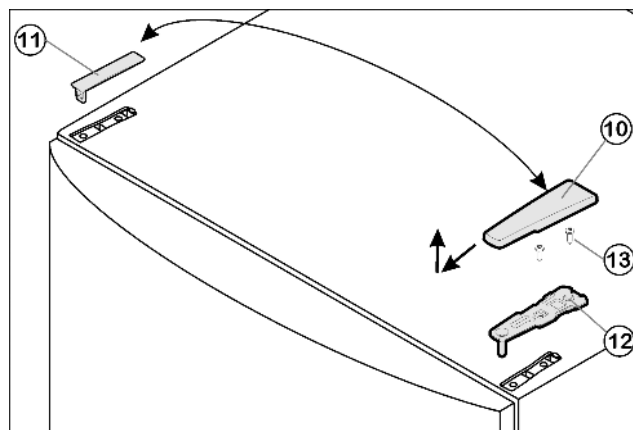

Fig. 4
- ▶ Потяните крышку Fig. 4 (10) вперед и вверх.
- ▶ Снимите крышку Fig. 4 (11).
- ▶ Открутите верхний опорный кронштейн Fig. 4 (12) (2 шт. Torx® 25) Fig. 4 (13) и вытяните вверх.
- Установите верхний опорный кронштейн Fig. 4 (12) на новой стороне шарнира и защелкните в дверце.
- Прикрутите верхний опорный кронштейн Fig. 4 (12) (с моментом 4 Нм) (2 шт. Torx® 25) Fig. 4 (13). При необходимости сделайте отверстия или используйте аккумуляторную отвертку.
- Защёлкните крышку Fig. 4 (10) и крышку Fig. 4 (11) на противоположной стороне.